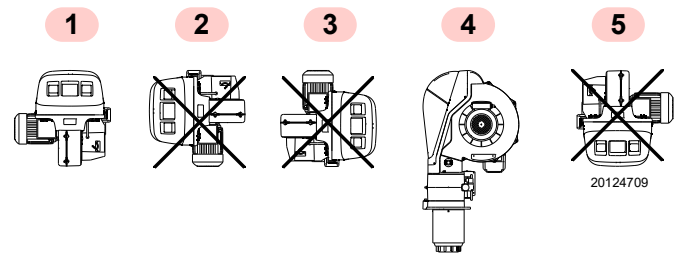

Fig. 10
- Le brûleur n'est prévu que pour fonctionner dans les positions **1** et **4** (Fig. 10).